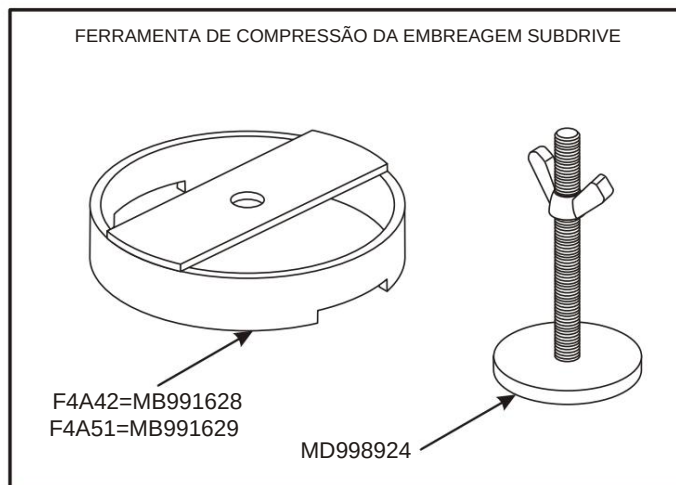

Figura 117
15. Instale as ferramentas de compressão da embreagem, conforme mostrado na Figura 117 e 118.